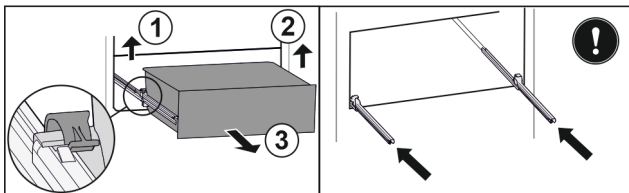

Fig. 161
- Sollevare il morsetto sinistro e allo stesso tempo tirare in avanti il cassetto sinistro. Fig. 161 (1)
- Sollevare il morsetto destro e allo stesso tempo tirare in avanti il cassetto destro. Fig. 161 (2)
- Rimuovere il cassetto tirandolo in avanti. Fig. 161 (3)